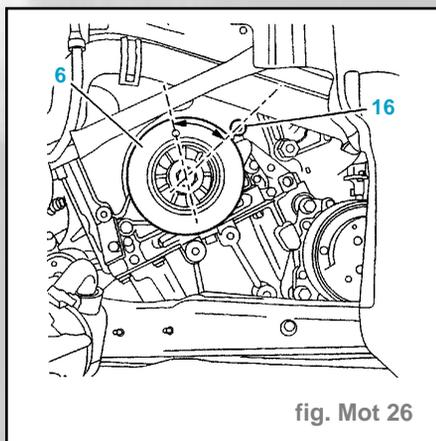

fig. Mot 26
- Amener le trou de pigeage de la poulie (6) face à la vis (16) (fig. Mot. 26).